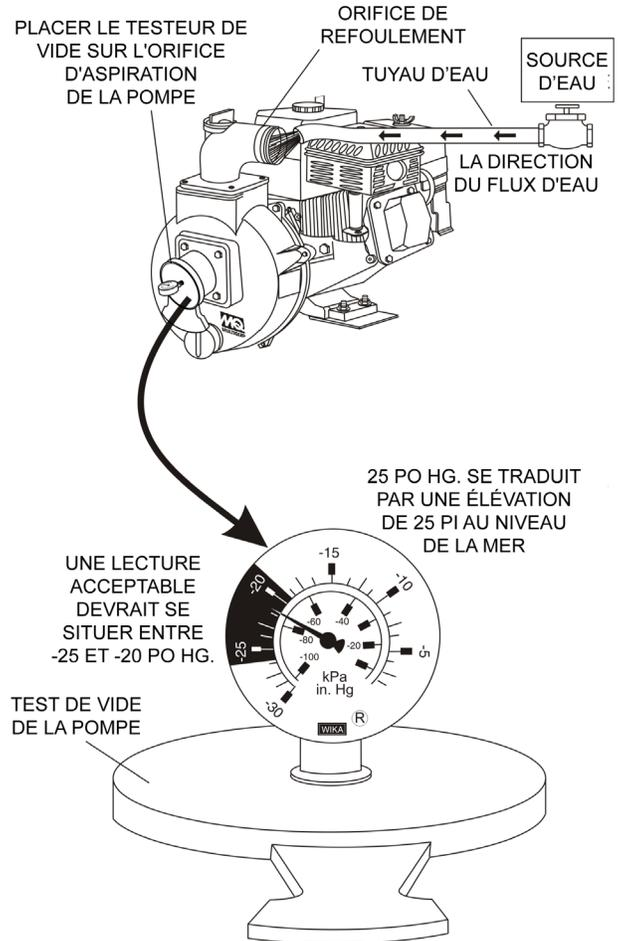

Figure 27. Test du vide de la pompe
3. Comme le montre la Figure 27, placez un tuyau d'eau à l'intérieur de l'orifice de refoulement de la pompe et ouvrez l'eau. Cet écoulement d'eau dans l'orifice de refoulement empêchera la pompe de fonctionner à sec.